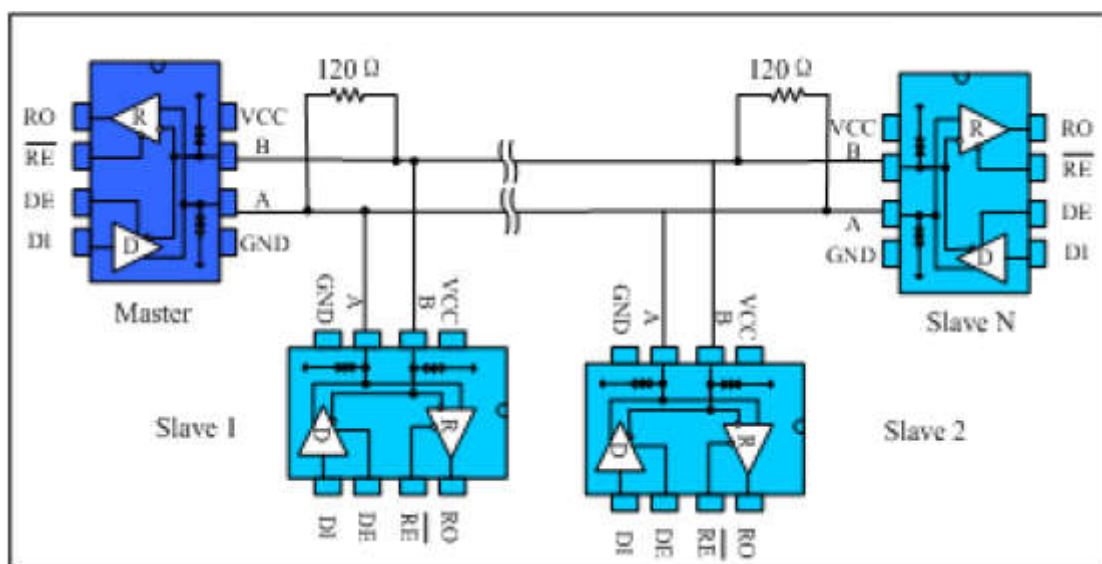

图 9 总线式 RS485 半双工通讯网络
4.1 总线式组网：MAX3485E RS485 收发器设计用于多点总线传输线上的双向数据通信。图 9 显示了典型网络应用电路。这些器件也能用作电缆长于 4000 英尺的线性转发器，为减小反射，应当在传输线两端以其特性阻抗进行终端匹配，主干线以外的分支连线长度应尽可能短。